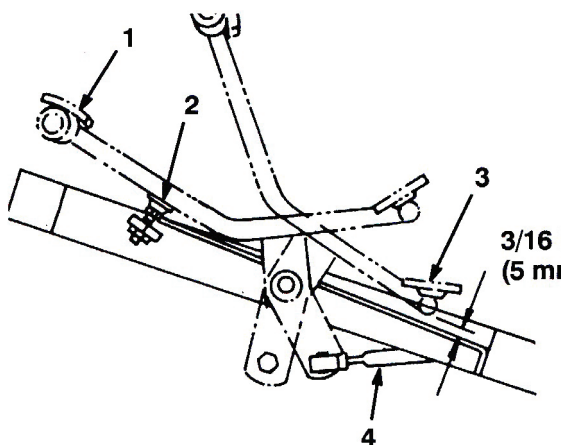

図48
1. No.5 セクションのバルブ・スプールが完全に引き出される状態までペダルを前進方向に踏み込む。ペダルがストップに当たれば調整は適正である (図48)。
2. この時のペダルの底とフットレストとのすきまを測る (図48)；5 mm あれば適正。値が5mm より多くても少なくとも、走行コントロール・ロッドを調整する。調整手順：
- A. 走行コントロール・ロッドをトラクション・シャフト・ピボットに固定しているジャム・ナットとボール・ジョイントをゆるめる (図48)。